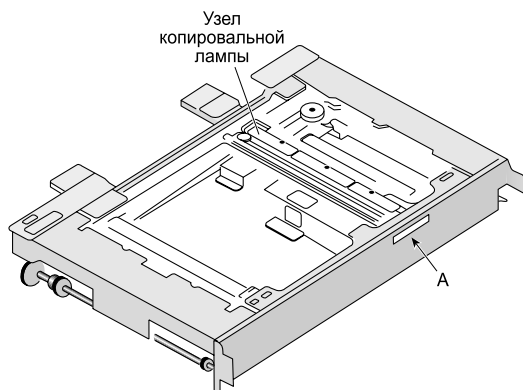

Рис. 18. Замена копировальной лампы
- вручную продвиньте базу зеркал (узел зеркал №2/3), перемещая узел копировальной лампы к прямоугольному отверстию А (рис. 18);